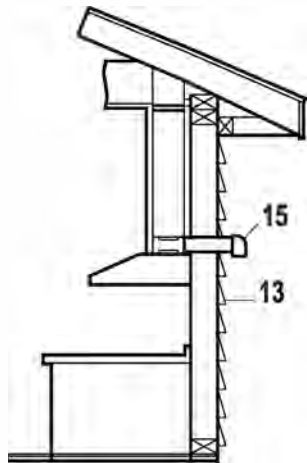
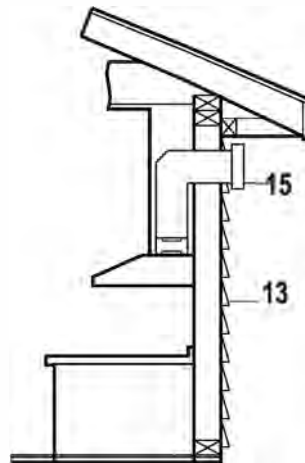
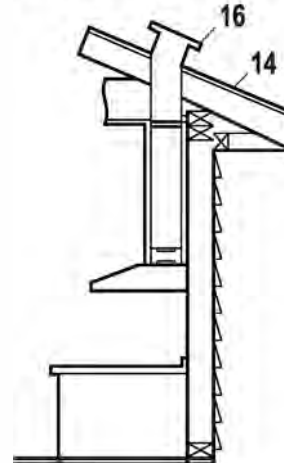

Fig.5
Fig.6
Fig.7
- Votre système de ventilation doit évacuer l'air vers l'extérieur, soit horizontalement à travers le mur arrière (13), soit verticalement à travers le toit (14) (reportez-vous aux Fig. 5 / Fig. 6 / Fig. 7).